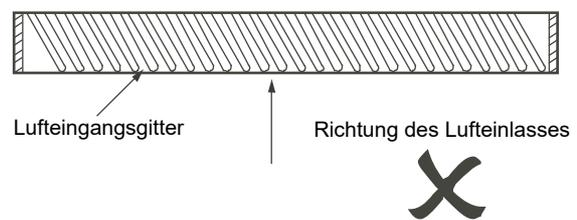

Abb. 3.4
- 2) Es darf kein Winkel zwischen dem Winkel des Luftgitters und der Lufteinlassrichtung bestehen. Andernfalls kann das Rauschen zunehmen. Abbildung 3.4 zeigt die falsche Herstellungsmethode des Lufteinlassgitters.